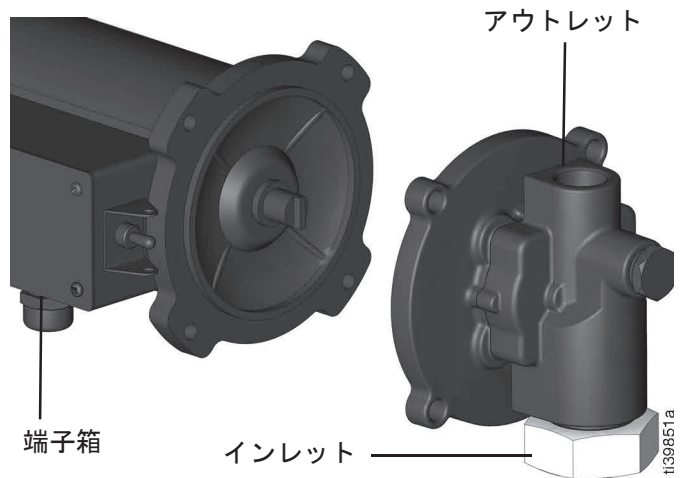

図 6
2. モーター端子箱は、ポンプアウトレットとインレットの間に位置している必要があります (図 6 を参照)。